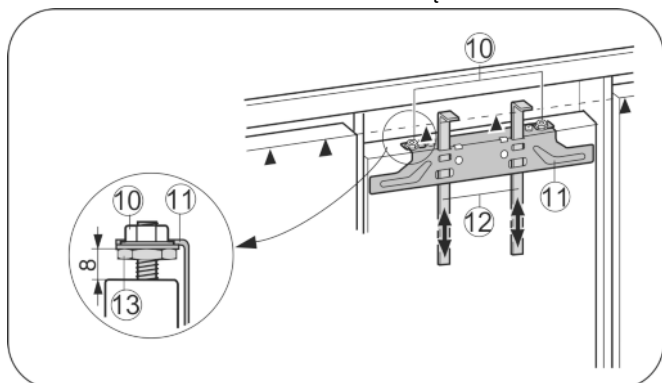

Fig. 25
- ▶ Pagalbinės montavimo priemonės Fig. 25 (12) pakelkite į baldo durų aukštį. Apatinė pagalbinės montavimo priemonės atramos briauna ▲= montuojamų baldų durų viršutinis kraštas.
- ▶ Tvirtinimo skersinį Fig. 25 (11) išsukite pro antveržles Fig. 25 (10).